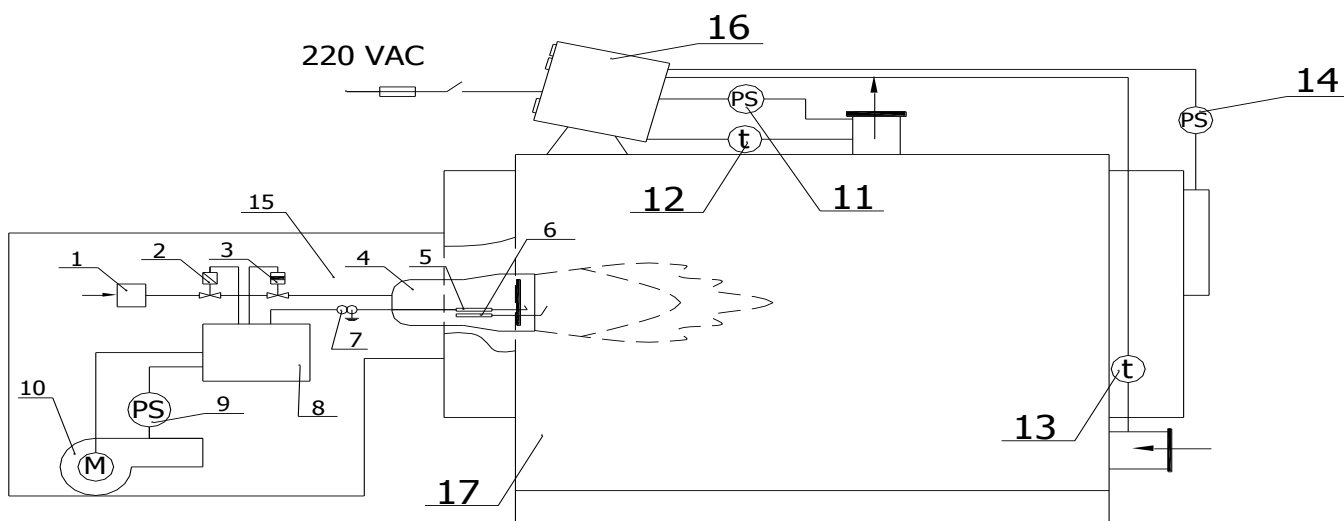
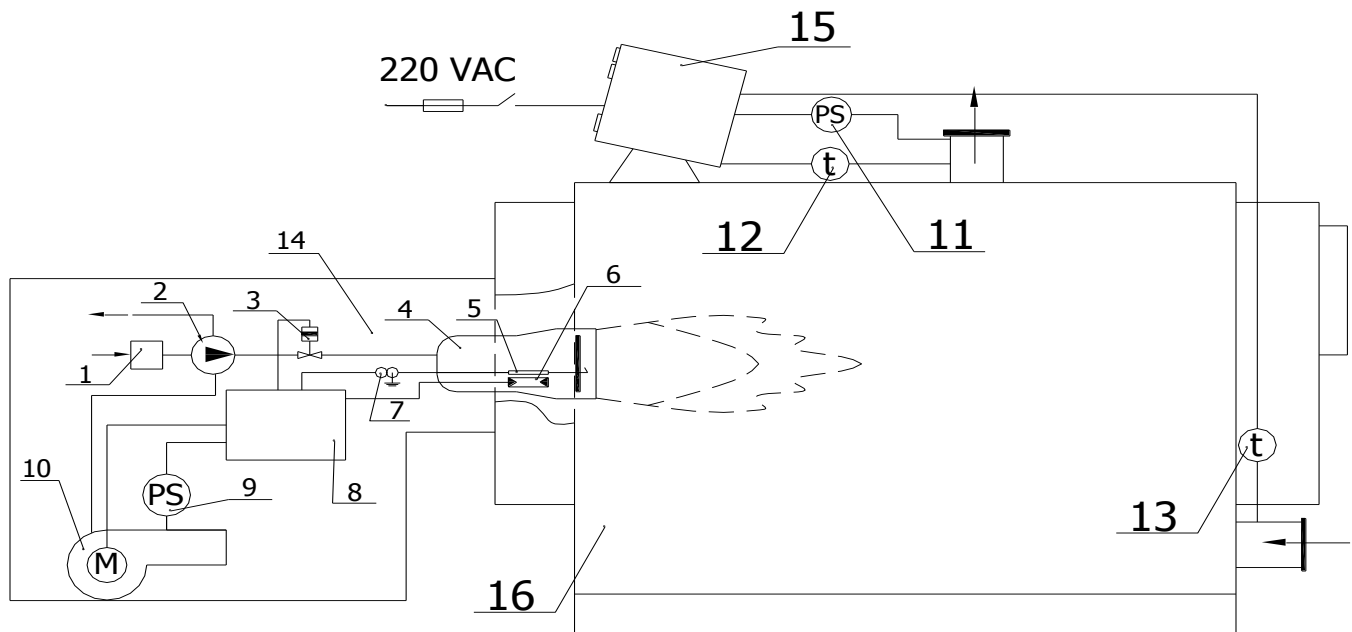

Рис.5 Схема автоматического управления газовой горелкой.
Рис. 6. Схема автоматического управления жидкотопливной горелкой.
7.8. Схемы действия автоматики управления и защиты котла представлены на рис. 5 для котла с газовой горелкой и на рис.6 для котла с жидкотопливной горелкой.
7.8.1. В состав пульта управления котлом (см. рис. 5 и 6) входит регулятор температуры РТ2, который выполняет функции:
7.10. Работа автоматики при запуске газовой горелки (рис. 5).
7.12. Работа автоматики при запуске горелки на жидком топливе (см. рис.6).